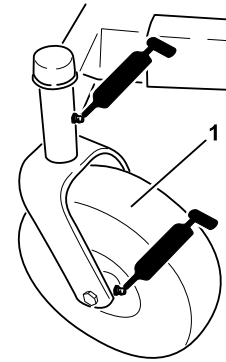
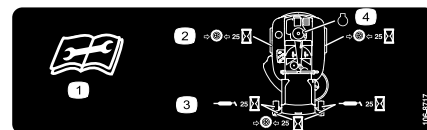

Figura 23
Figura 24
3. Limpie con un trapo los puntos de engrase (Figura 23) y (Figura 24). Asegúrese de rascar cualquier pintura que hubiera sobre los puntos de engrase.
4. Conecte una pistola de engrasar a cada punto de engrase (Figura 23 y Figura 24). Bombee grasa hasta que empiece a rezumar grasa de los cojinetes.